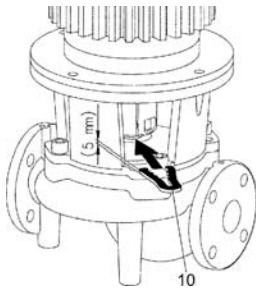

Fig. 18: Montasjegauffel for innstillingsarbeid
Ved alle montasjearbeider (pumpetype design A/B) er montasjegauffelen (Fig. 18, pos. 10) nødvendig for å stille inn korrekt løpehjulposisjon på pumpehuset!